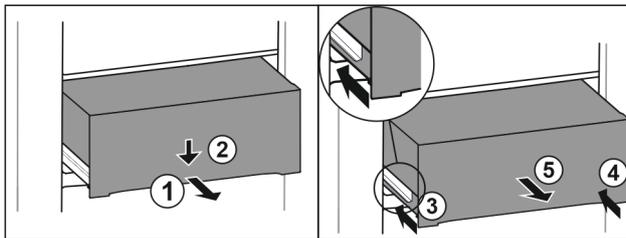

Fig. 133
- ▶ Schubfach halb herausziehen. Fig. 133 (1)
- ▶ Schubfach an der Vorderseite nach unten drücken. Fig. 133 (2)
- ▶ Linke Schiene etwa 2 cm einschieben. Fig. 133 (3)
- ▶ Rechte Schiene etwa 2 cm einschieben. Fig. 133 (4)
- ▶ Schubfach nach vorne entnehmen. Fig. 133 (5)